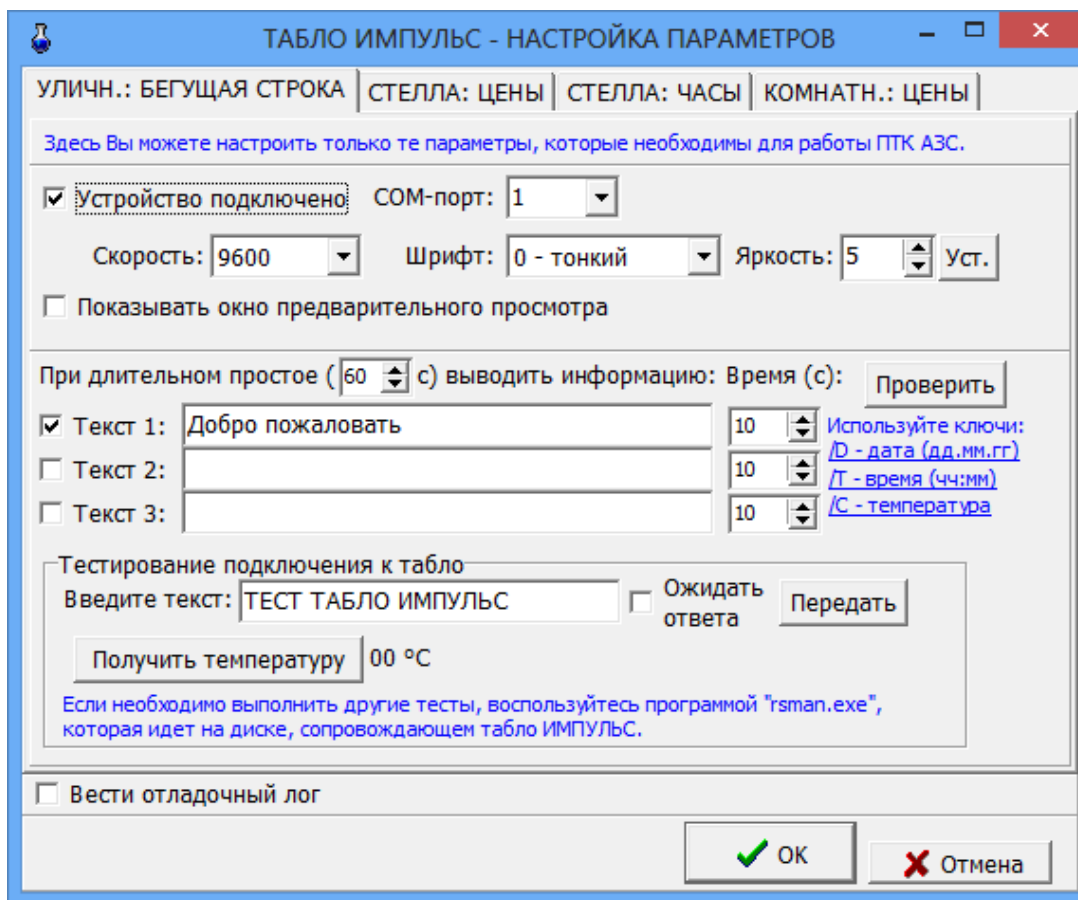

Рис. 46
На закладке «Стелла:Цены» поставьте галку в строке «Устройство подключено», в поле «Сом-порт мастер табло» задайте номер сом порта компьютера, на который подключено устройство, в поле «Скорость» задайте скорость передачи данных, в поле «Задайте соответствие видов топлива и адресов ценовых табло» удалите все находящиеся там виды топлива и нажмите кнопку «Перезагрузить». В окне «ТАБЛО ИМПУЛЬС-НАСТРОЙКА ПАРАМЕТРОВ\Стела :Цены» (рис.46а) в поле «Задайте соответствие видов топлива и адресов ценовых табло» появится список видов топлива, заданный в программе конфигурации нажмите кнопку «Ок».
На закладке «Стелла:Часы» (рис.46а) поставьте галку в строке «Устройство подключено», в поле «Сом-порт мастер-табло» задайте номер сом порта компьютера, на который подключено устройство, в поле «Адрес «ТАБЛО-ЧАСЫ» задайте адрес с наклейки или «0» (если часы в мастер -табло).
Рис.46а
- задайте параметр установки эффекта отображения информации на стеле и нажмите «Установить эффект» (рис.46в);
- запустите программу оператора, откройте окно «ТАБЛО ИМПУЛЬС-НАСТРОЙКА ПАРАМЕТРОВ\Стела:Цены» (рис.46б) в поле «Задайте соответствие видов топлива и адресов ценовых табло» появится список видов топлива, заданный в программе конфигурации.
Рис.46г